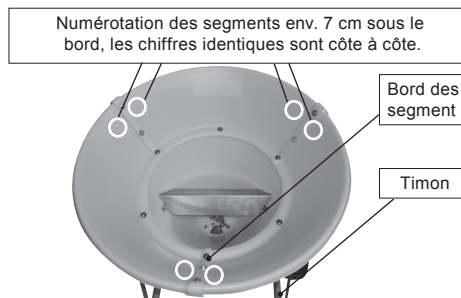

Figure 6.2.3: Extension de trémie SW200
1. Placez les trois segments de l'extension de trémie (bord supérieur en bas) en cercle selon leur numérotation (voir figure 6.2.3).